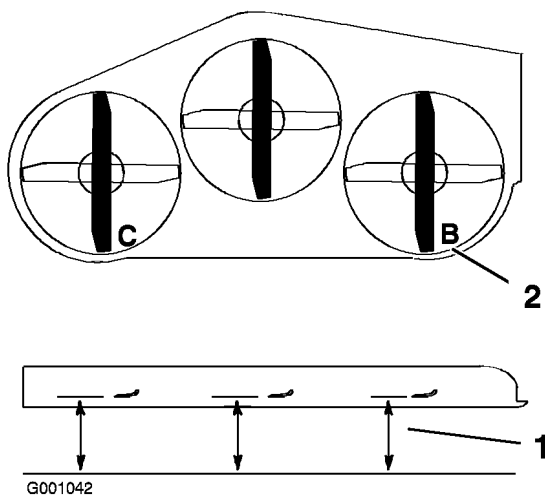

Bild 67
- Stellen Sie das **rechte** Schnittmesser in Längsrichtung (Bild 67).
- Messen Sie das rechte Messer an der Stelle **B** von einer ebenen Oberfläche bis zur Schnittkante der Messer (Bild 67).
- Stellen Sie das linke Schnittmesser in Längsrichtung (Bild 67).
- Messen Sie das linke Messer an der Stelle **C** (Bild 67) von einer ebenen Oberfläche bis zur Schnittkante der Messer.